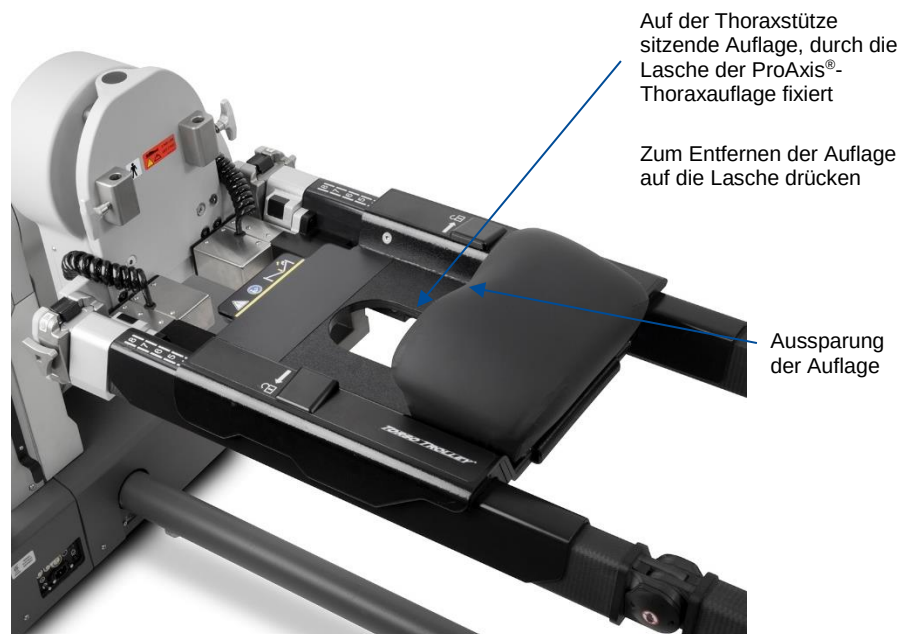

Abbildung 65: Auf der Thoraxstütze montierte ProAxis®-Thoraxauflage
8. Zum Montieren der ProAxis®-Thoraxauflage die Öffnung des Auflagenklobens so ausrichten, dass sie die untere Fläche der Thoraxstütze umschließt. Auf die Thoraxstütze schieben, bis die Lasche des Klobens fest auf der Stütze sitzt. Die für die Drosselgrube vorgesehene Aussparung der Auflage sollte zum Kopfende des Tisches weisen (Abbildung 65). Bestätigen, dass die Klobenlasche fest auf der Stütze sitzt. Zum Entfernen auf die Lasche des Klobens drücken und die Auflage zum Fußende des Tisches schieben.